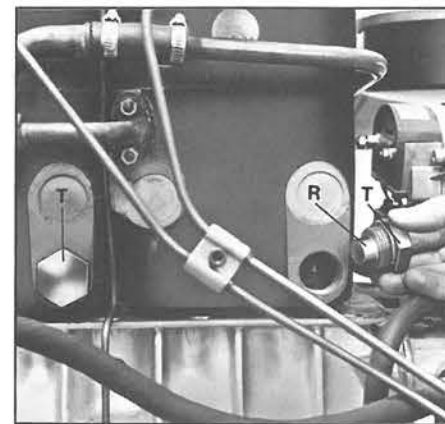
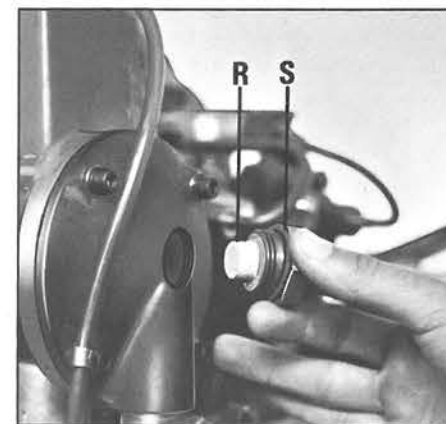

Fig. 34
Fig. 35
16.16 Controllare le condizioni delle pastiglie in zinco R situate all'interno dei tappi T sui cilindri (fig. 34) del tappo S sullo scambiatore di calore (fig. 35) e sul filtro aspirazione acqua, se montata.
16.16 Check condition of zinc R pastilles placed inside of plugs «T» on cylinders (fig. 34) and of plug «S» on heat-exchanger (fig. 35) and on inlet water filter, if assembled.